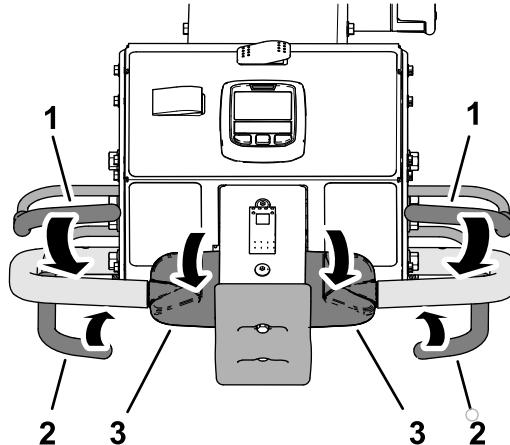

Bild 37
- Halten Sie einen der beiden Schaltbügel gegen den Lenker, drehen Sie den oberen Teil des Fahrantreibshebels nach vorne und schließen Sie den Aerifizierbügel (Bild 37).